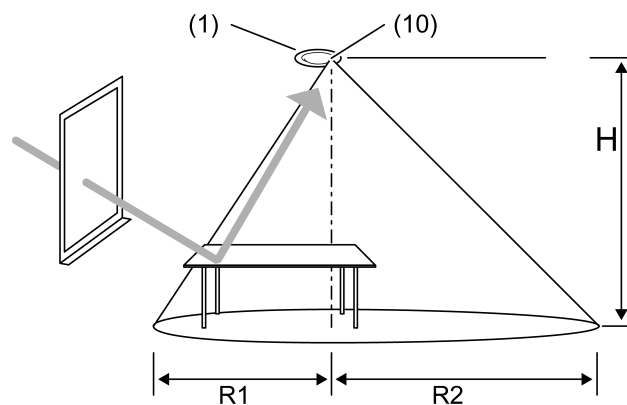

Imagen 7
- Orientar el aparato durante el montaje de tal modo que el sensor de luminosidad (10) no esté mirando a la ventana (Imagen 7).